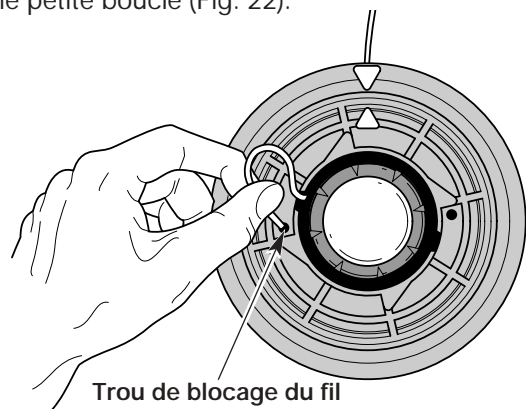

Fig. 22
5. Insérez le fil dans le trou de blocage (Fig. 22). N'enfoncez pas le fil de plus de 12,7 mm (1/2 po) dans le trou. S'il est inséré correctement, le fil forme une petite boucle (Fig. 22).